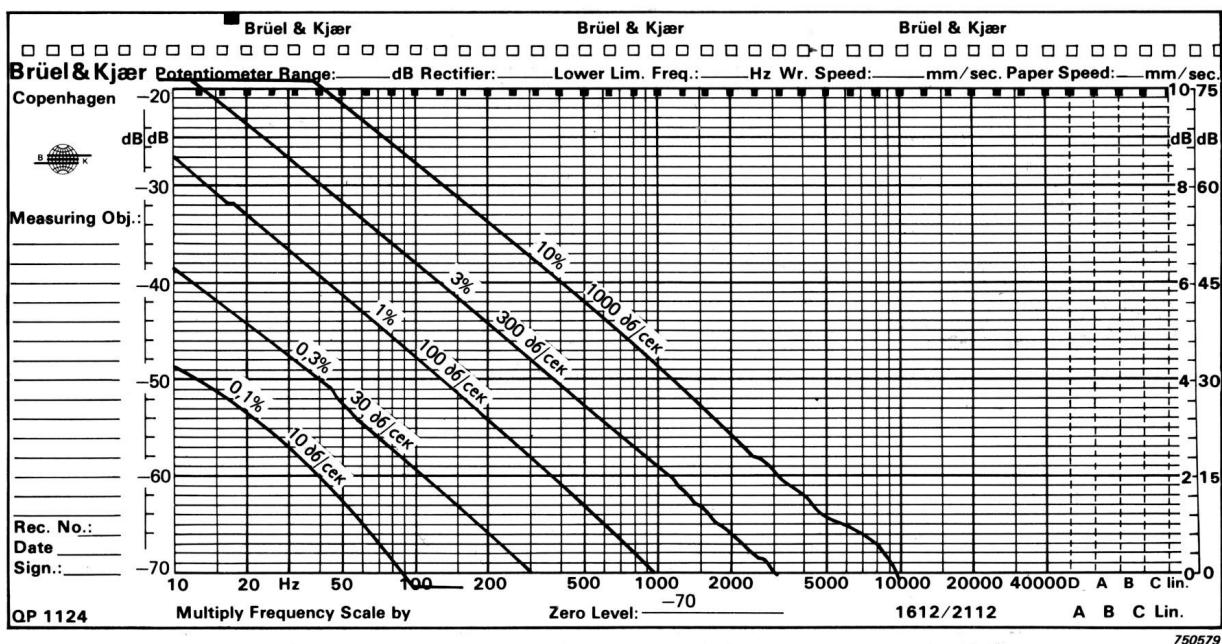

Рис. 3.2 Искажение выходного напряжения генератора в зависимости от рабочей скорости устройства сжатия динамического диапазона и частоты
6. Искажение выходного напряжения генератора является функцией рабочей скорости устройства сжатия динамического диапазона и частоты (см. рис. 3.2).